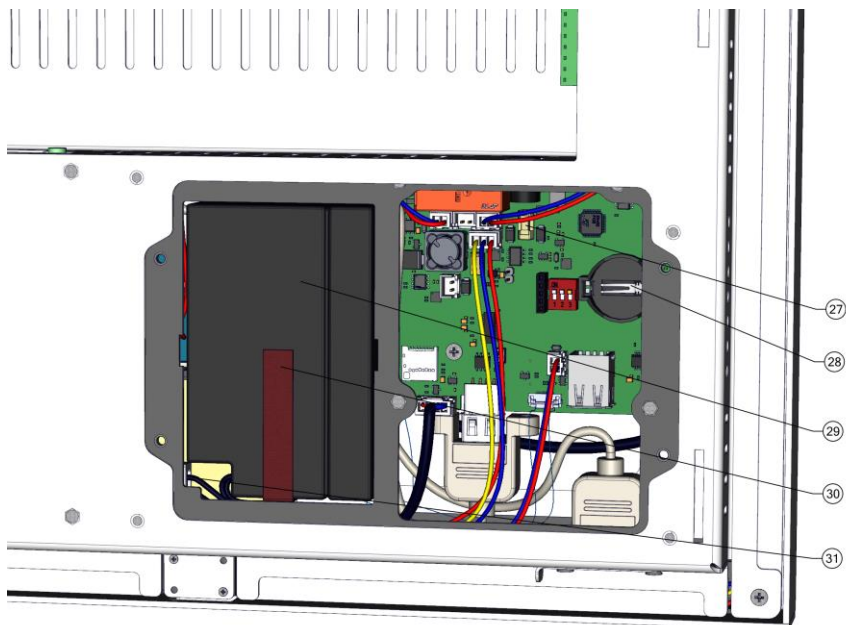
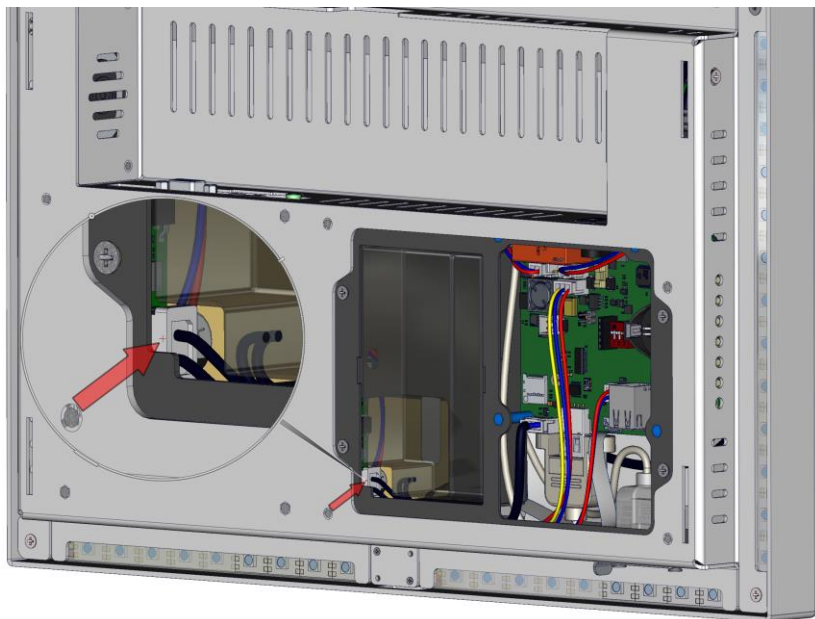

Рисунок 9.2.3 Схема расположения компонентов под люком
Рисунок 12.1 Расположение разъема АКБ
После того, как АКБ будет извлечен из ниши устройства, необходимо отсоединить разъем кабеля питания АКБ (поз.31 рис. 9.2.3).
- Перед включением устройства, необходимо подключить АКБ и установить плоскую батарейку на плату управления. Для этого необходимо открутить крышку люка, снять АКБ, подключить разъем питания АКБ (поз.30 рис.9.2.3), а также установить батарейку на ее посадочное место (поз.28 рис.9.2.3), батарейка прилагается в комплекте. Алгоритм снятия люка и АКБ описан в пункте по замене АКБ (стр.27). Разъем АКБ в плате изображен на рис. 12.1